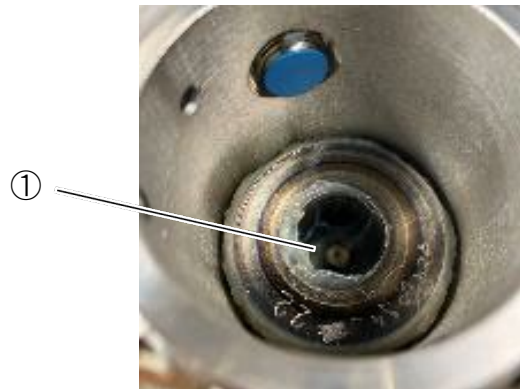

図 20: サテライトローラーのグリスニップル
2. TRT のサテライト・ローラー・スクリューに、グリスを 4g 塗布します。保護スリーブ内のグリスニップル(図 20、①)を使用してください。